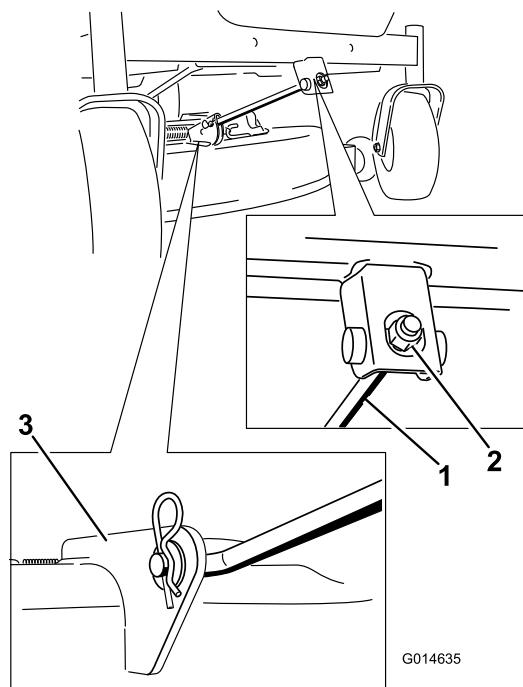

Figure 56
4. Retirez la goupille fendue de la tige de support avant et déposez la tige du support de tablier (Figure 56). Abaissez doucement l'avant du tablier de coupe au sol.